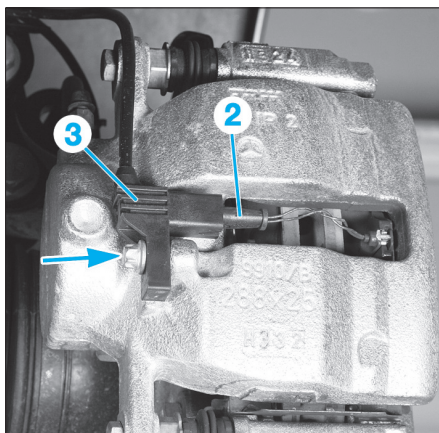

FIG. 12
- Du côté droit, débrancher le connecteur (2) du capteur d'usure (3) puis déposer ce dernier (Fig.12).